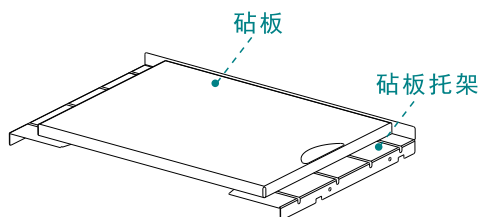

图8 砧板收纳示意图
1) 上室砧板托架可收纳最大尺寸460mm×310mm×25砧板1块，消毒时其标准收纳承载量3Kg。收纳方式如图8: